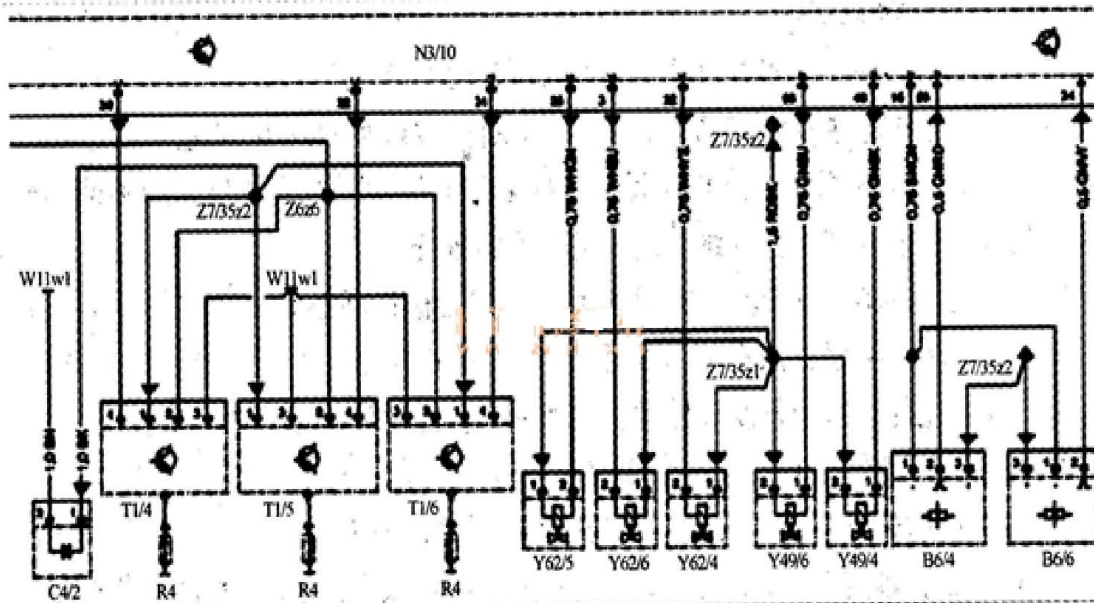
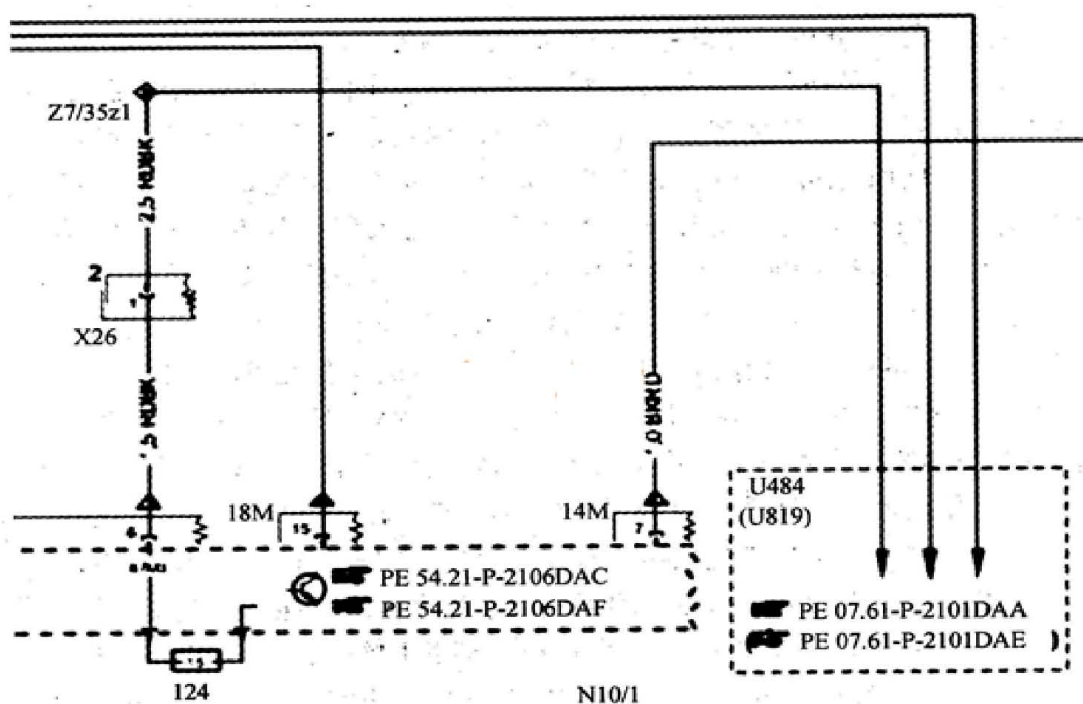

图 1 由 Z7/35z1 供电的部件电路图 (局部)
图 2 节点 Z7/35 电路图
- 3). 根据故障码所涉及的部件，分析电路图一（如图 1 所示），发现节点 Z7/35z2 的电压是由节点 Z7/35z1（发动机继电器控制的 87 火线节点）直接供给的，出现故障码相关部件都共用该节点。首先，使用万用表测量此节点 Z7/35z1 的电压，电压值为 0（正常电压值应该为蓄电池电压 12.7V）。然后，用万用表进一步测量，发现此节点对地短路。为了找出此节点对地短路的位置，找到了此节点在电路图的位置（如图 2 示）。从插头 X26 处断开后，测量发现 Z7/35z1 仍然对地短路。